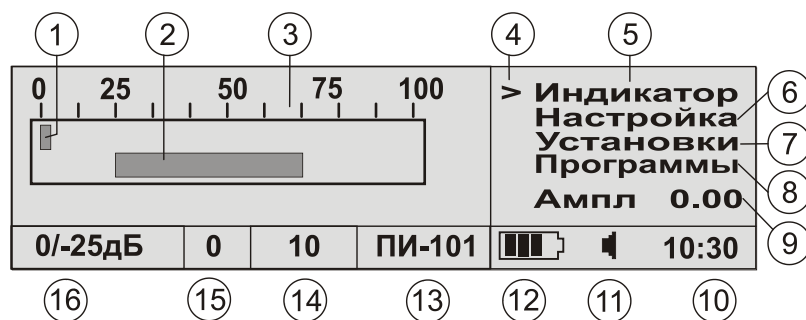

Рис. 2. Режим «Индикатор».
5.2.2 Режим «Индикатор» (рис. 2) является основным рабочим режимом для проведения контроля изделия. В этом режиме величина амплитуды сигнала выводится в аналоговой форме в виде перемещающегося горизонтально указателя 1 в области шкалы 3, а также в цифровом виде 9. Значение заданных порогов срабатывания по дефекту отображается в графическом виде 2. На дисплее отображаются: коэффициент передачи сигнала 16, строб 15, номер используемой программы 14, тип подключенного преобразователя 13, текущий уровень заряда аккумулятора 12, индикатор включения звука 11, текущее время 10.
6.2.3 При подключенном преобразователе на дисплее отображается тип преобразователя 13 (рис. 2): «ПИ-101», либо «ПИ-201». При неподключенном преобразователе отображается «прочерк».
6.3.2 Установку параметров произвести с помощью рукоятки энкодера: вращая рукоятку, установить курсор 4 (рис. 2) против соответствующей строки и нажать на рукоятку энкодера. Курсор отобразится зеркально и начнет мигать – в этом состоянии курсора поворотом рукоятки энкодера установить необходимое значение выбранного параметра. После установки значения нажать на рукоятку энкодера- курсор примет первоначальный вид.